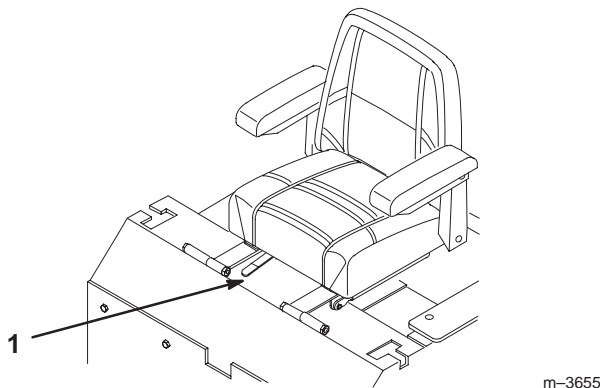

Figure 27
1. Poussez le levier de réglage sur le côté pour débloquer le siège (Fig. 27).